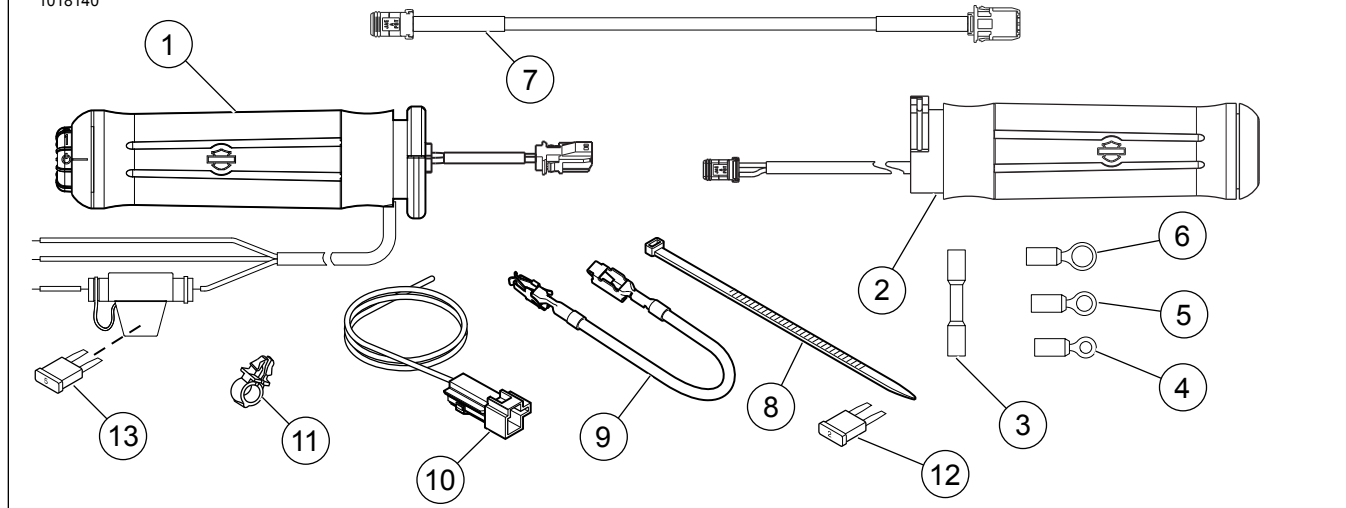

Figura 22. Peças de reposição, Kits de punho aquecido
3. Consultar Figura 22. Selecione o terminal de anel correto (4, 5 ou 6) do kit para instalar o perno de terminal prateado (com o fio vermelho) no disjuntor.
1. Consultar Figura 22. Selecione o terminal de anel correto (4, 5 ou 6) do kit para instalar o perno de terminal prateado (com o fio vermelho) no disjuntor.
2. Consultar Figura 22. Selecione o terminal de anel correto (4, 5 ou 6) do kit para instalar o perno de terminal prateado (com o fio vermelho) no disjuntor.
2. Consultar Figura 22. Ligue a cablagem adaptadora (10) do kit no conector B+.
Ver Figura 22 e Tabela 1.